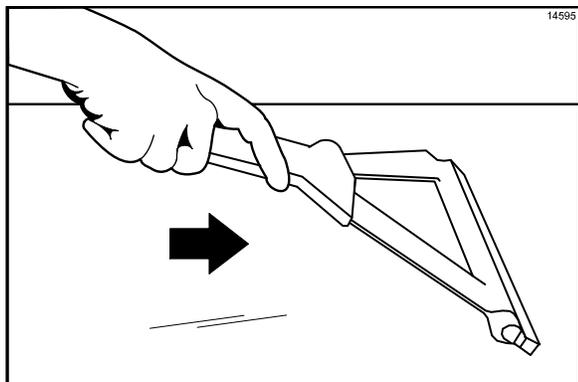

Figura 34
3. **Usando o rodo de limpeza**, empurre a gordura na parte posterior da chapa inferior para a lata de gordura. **Não** use o raspador para realizar esta etapa. (Veja a Figura 34.)